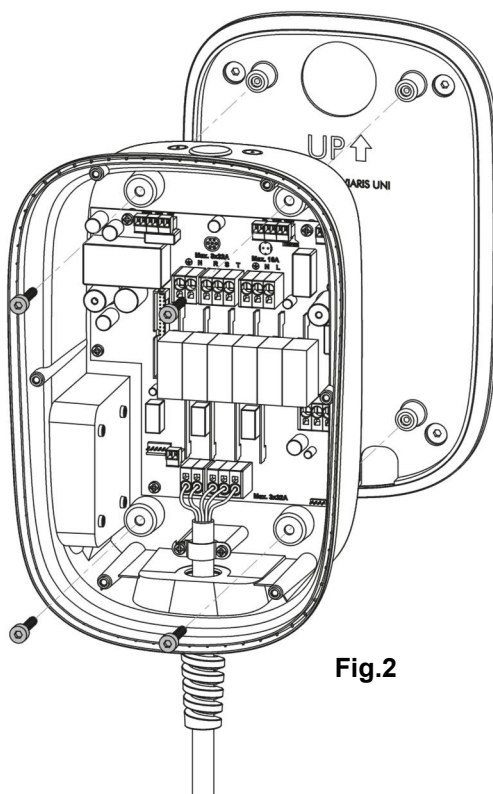

Fig.2
- Fixez le chargeur à l'aide de quatre vis M6 (fournies). **Fig. 2**